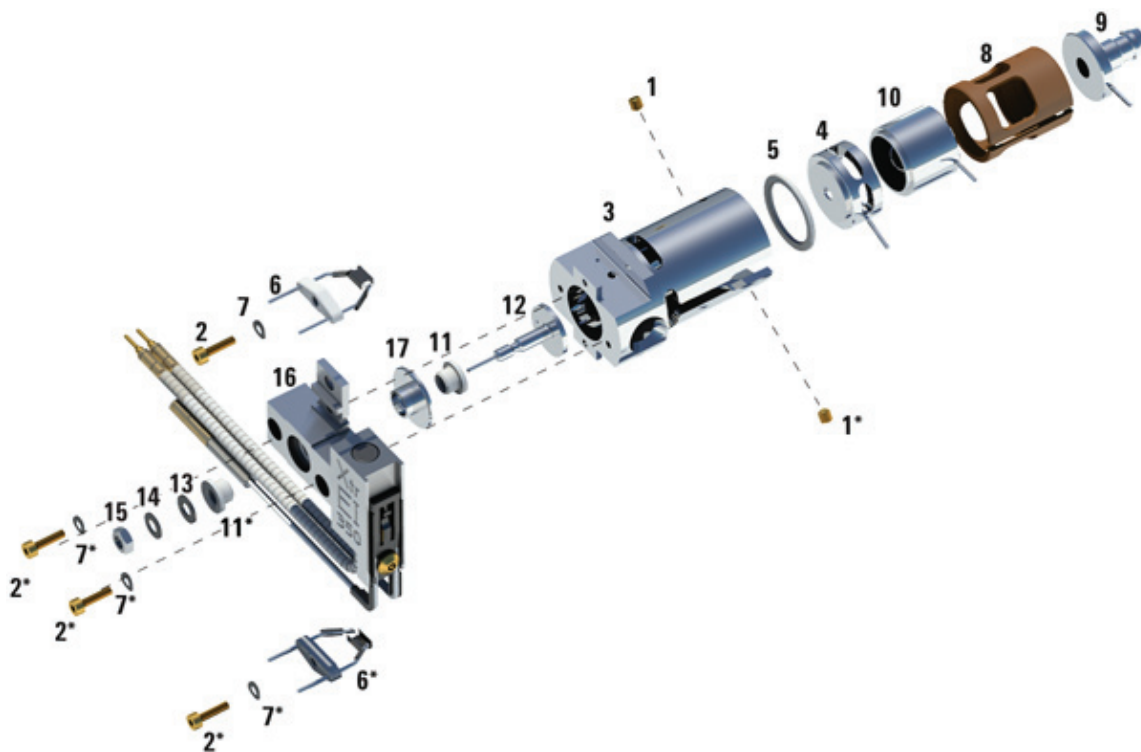

Figure 53. Démontage de la source EI HydroInert
Reportez-vous à la vue éclatée des pièces et à la liste des pièces de la source HydroInert en suivant cette procédure. (Voir **Figure 53** et **Tableau 17** page 191.)
- 3 Séparer la source de son chauffage en retirant les deux vis. Le chauffage de la source est constitué du bloc de chauffage de la source, du repousseur et des pièces détachées connexes. (Voir **Figure 53** et **Tableau 17** page 191.)
- 4 Démontez le repousseur en retirant l'écrou, les rondelles et les isolants en céramique du repousseur, puis déposer le repousseur. (Voir **Figure 53** page 191.)
- 6 Sortir les lentilles de la source et séparer l'isolant de lentille, la lentille de focalisation d'ions, la lentille d'extracteur, l'isolant de la lentille d'extracteur et la lentille d'entrée étendue. (Voir **Figure 53** page 191.)
Tableau 17 Liste des pièces de la source EI HydroInert (Figure 53)
Tableau 17 Liste des pièces de la source EI HydroInert (Figure 53) (suite)